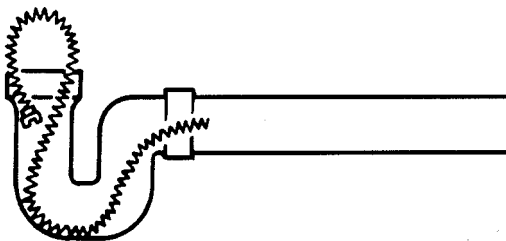

Figura 7 – Modo de sujetar el cable a la entrada del desagüe
- Sujete el final del cable en la entrada del desagüe metiendo su extremo en la tubería como se muestra en la *Figura 7*. Este procedimiento es especialmente útil cuando se está limpiando un desagüe de considerable pendiente.